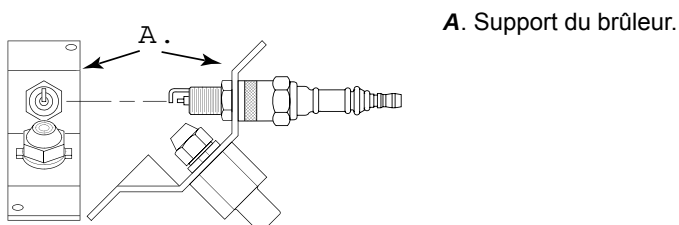

Figure 13 – Orientation de la bougie, modèle 10 kW seulement.
10. Remonter le support du brûleur sur la bougie. Orienter le support du brûleur de façon à positionner correctement les électrodes de la bougie (voir figure 13).